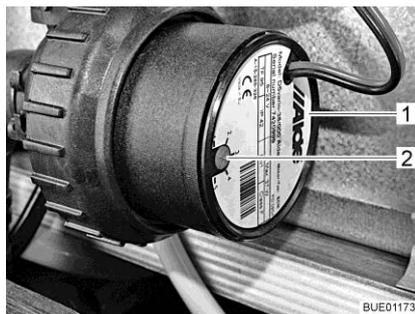

Fig. 160 Reducción de la velocidad
La velocidad de la bomba de circulación se puede ajustar con el regulador giratorio (Fig. 160,2). Con una velocidad reducida disminuyen los ruidos de rodadura de la bomba.
El regulador giratorio se encuentra en la bomba de circulación (Fig. 160,1).
- Girar el regulador giratorio (Fig. 160,2) en sentido contrario a las agujas del reloj. Se reduce la potencia.